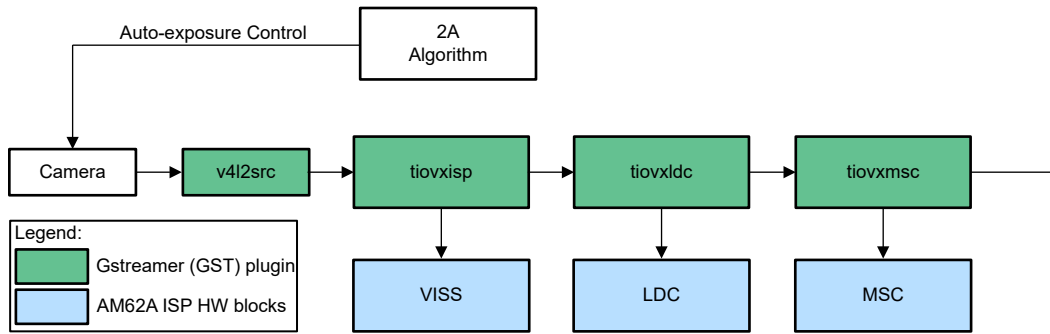

图 5-1. AM6xA 图像处理流水线
图 5-1 展示了 AM6xA 的图像处理流水线软件架构，包括摄像头捕捉子系统和 ISP。摄像头捕捉驱动程序在 Linux 中 A53 或 A72 内核上运行，ISP 驱动程序在 RTOS 中 R5 内核上运行。尽管在不同的 CPU 内核上运行，摄像头捕捉和 ISP 可以通过与 GStreamer 或 TIOVX 的相同框架连接和集成。
- 为该传感器添加曝光设置，自动曝光和自动白平衡 (2A) 算法需要此设置，如 图 5-1 所示。
如图 5-1 所示，摄像头传感器的曝光是通过 2A 算法自动控制的。2A 算法根据 ISP 提供的 H3A 统计数据调整曝光。曝光时间和增益均可通过 2A 算法进行调整。每个传感器都有一个可以从内部操作的最短/最长曝光时间和最小/最大增益。这些规格可在数据表中找到，需要通过 VISS 插件传递给 2A 算法。需要添加一个新函数来将此信息提供给 2A 算法。该函数在 `gsttiovxisp.c` 中通常命名为 `get_<sensor>_ae_dyn_params()`。